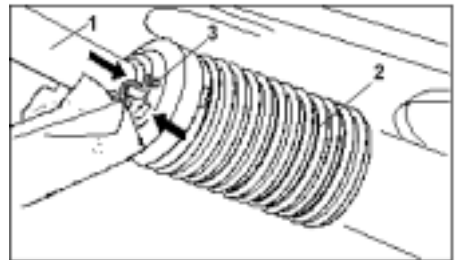

Fig. 11
- Schutzhälfte (Fig. 11/1) aufschieben und Schutztrichter (Fig. 11/2) in Montageposition drehen.
- Arretierungsschraube (Fig. 11/3) eindrehen.